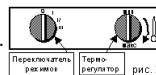

рис. 2
5.3. На рис. 2 показана панель управления ТПЦ30.